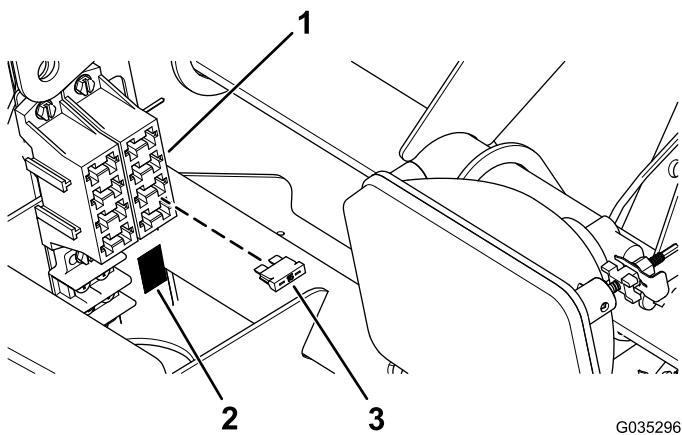

Рисунок 11
1. Вставьте предохранитель (15 A) в блок предохранителей и прикрепите наклейку предохранителя под блоком предохранителей (Рисунок 10 или Рисунок 11).